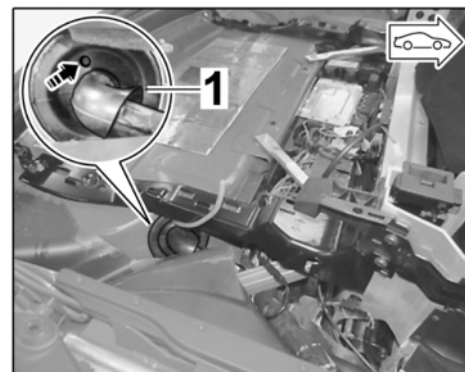

Bild 23
- 3.11 Tülle $\Rightarrow$ Bild 23 -1- mit Dichtschnur (000.043.172.00) abdichten.